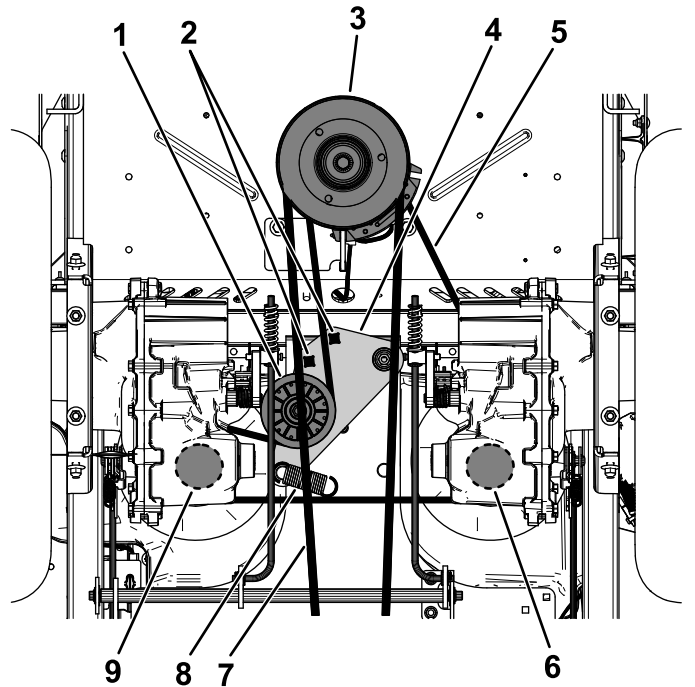

Figura 60
5. Utilice una llave de carraca de 1/2" o similar en uno de los taladros cuadrados del brazo tensor para aliviar la tensión del muelle tensor (Figura 60).
6. Retire la correa existente de la polea tensora, de las 2 poleas de transmisión de la bomba hidráulica y de la polea del motor (Figura 60).
7. Instale la correa nueva alrededor de la polea tensora, la polea del motor y de las 2 poleas de la bomba hidráulica (Figura 60).